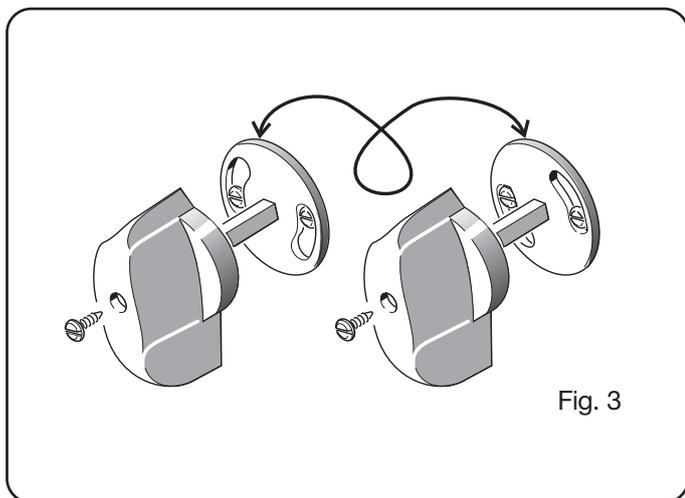

Fig. 3
Asegurarse de que la tensión de alimentación corresponda a la indicada en el panel frontal de la máquina. El cambio de tensión se obtiene girando el disco situado debajo de la manecilla del interruptor de red (Art 965) (ver fig.3).
- velocidad elevada. Asegurarse siempre de que el arco penetre completamente en la pieza por cortar y que no tenga nunca una inclinación en el sentido de avance, superior a lo 10 - 15° (ver fig.3). Se evitarán consumos incorrectos de la tobera y quemaduras en el portatorbera.